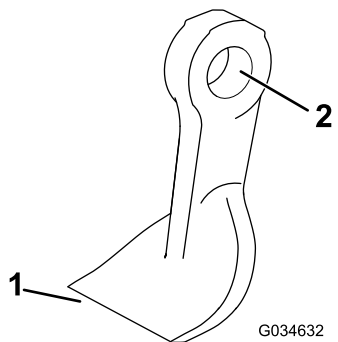

Figura 80
- Controllate ogni lama per escludere danni, con particolare attenzione a dispositivi di fissaggio, taglienti e fori di montaggio (Figura 80). Sostituite tutte le lame e i dispositivi di fissaggio danneggiati.